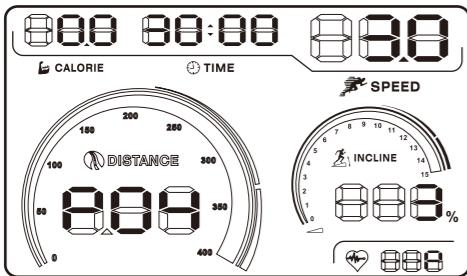

图34
2. 我们为您在面板上设置了健身训练训练程式快捷键 ，跑步机处于待机状态下，按下此键，屏幕上的时间窗口闪烁，按SPEED（速度）的+（增加）/-（减少）键调整您的理想训练时间。(图34所示)。